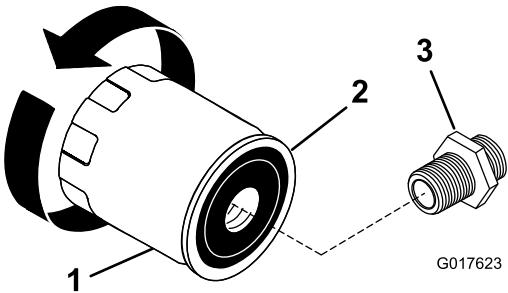

Figura 19
2. Retire el filtro usado y límpie con un paño la superficie de la junta (Figura 19) del adaptador del filtro.
3. Aplique una capa fina de aceite nuevo a la junta de goma sobre el nuevo filtro de aceite (Figura 19).
5. Gire el filtro de aceite en el sentido de las agujas del reloj hasta que la junta de goma entre en contacto con el adaptador del filtro, luego apriete el filtro de aceite media o tres cuartos de vuelta más (Figura 19).